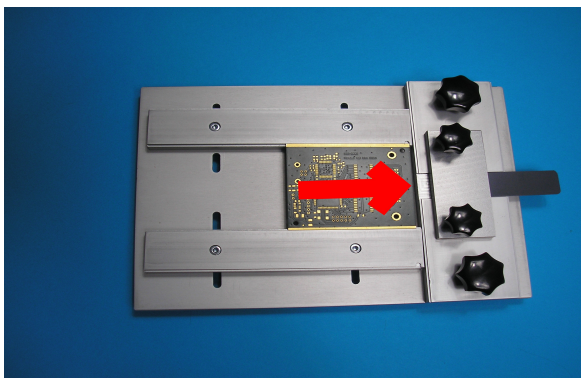
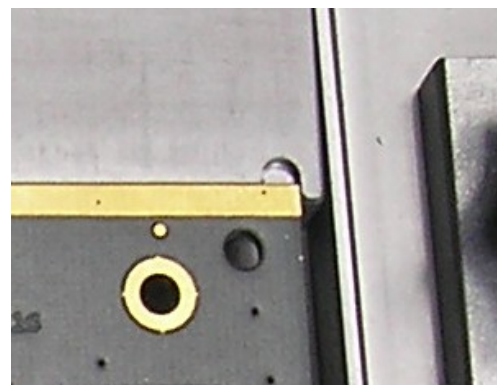

Abb. 5
Abb. 5a
- 7) Schieben sie die Leiterplatte bis zum Anschlag des in Abb. 5 oberen Leiterplattenhalters B (Abb. 5a).